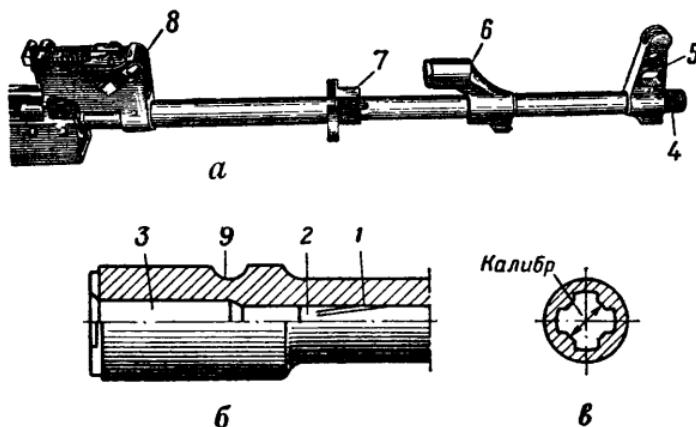

Рис. 25. Ствол:
**11. Ствол** (рис. 25) служит для направления полета пули. Внутри ствола имеет канал с четырьмя нарезами, выющимися слева вверх направо. Нарезы служат для придания пуле